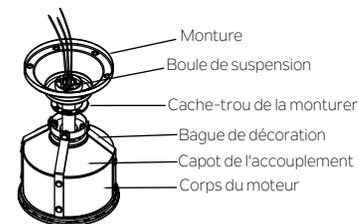

Fig. 8
Étape 4. Faire glisser le couvercle d'accouplement, le couvercle du trou de la monture et la monture sur la tige de suspension. Réinstaller soigneusement la bille de suspension sur la tige de suspension. S'assurer que la contre-goupille est dans la position correcte, que la vis de réglage est bien serrée et que les fils ne sont pas tordus. (Fig. 8)